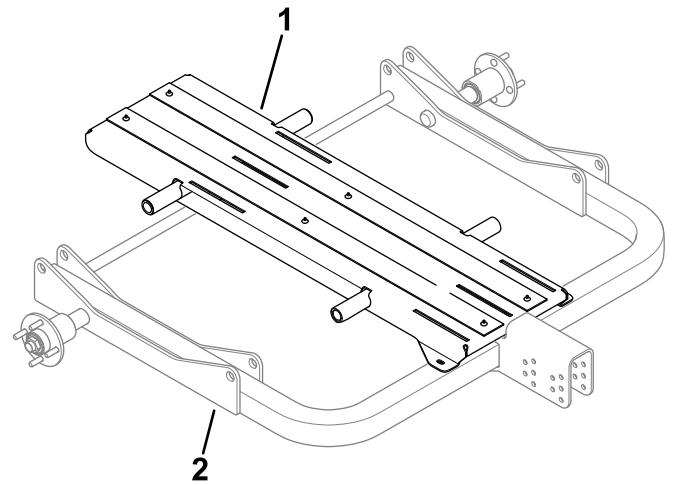

Figure 18
1. Positionnez le support central sur le cadre principal, comme montré à la Figure 18.